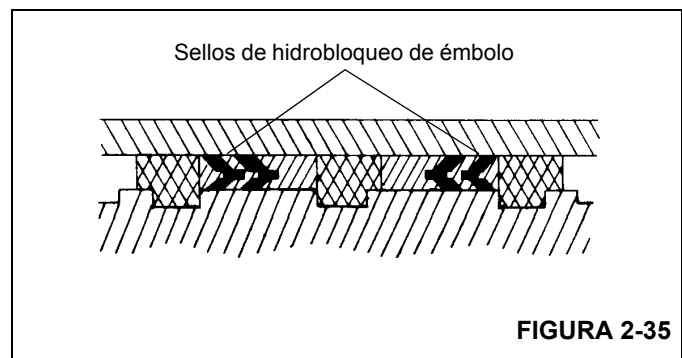

FIGURA 2-35
11. Instale los sellos de hidrobloqueo de repuesto en la parte exterior del émbolo (Figura 2-35). Asegúrese de que las partes en V de los dos sellos de hidrobloqueo apunten la una hacia la otra.